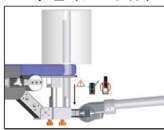

図 S5
(2) 患者の位置決め
- 2S テーブルエクステンションの穴にペロニール ポストを挿入し、確実に設置されたことを確認する（図 S5）。ペロニール ポストにペロニールポスト パッドを装着する。